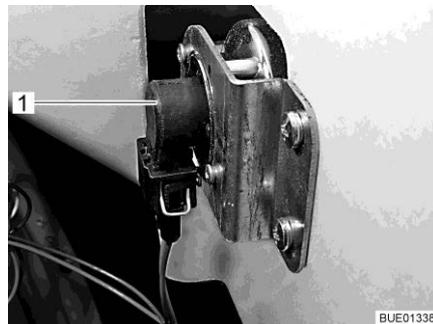

Fig. 290 Intermitente
- Meter la mano detrás del portalámparas (Fig. 290,1).